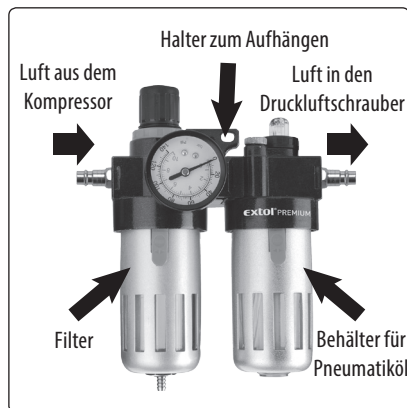

Abb. 10, Beschreibung der Aufbereitungsanlage Extol® 8865105
2. Schließen Sie an den Eingang der Aufbereitungsanlage über einen Schlauch die Luft aus dem Kompressor an. Schließen Sie an den Ausgang der Aufbereitungsanlage einen Luftschlauch an und diesen an den Lufteingang des Schlagschraubers, siehe Abb. 10.